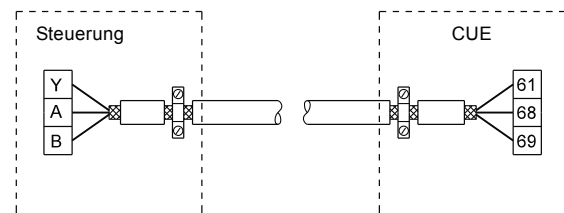

Abb. 47 Beispiel für den Anschluss eines 3-adrigen Buskabels mit Schirm, der an beiden Enden aufgelegt ist
- Der Schirm der Kabel ist an beiden Enden großflächig an Masse anzuschließen. Das gilt sowohl für die Motorkabel als auch für die Signalkabel. Siehe Abb. 47. Verfügt die Steuerung über keine entsprechenden Kabelschellen, ist der Schirm nur am CUE-Frequenzumrichter anzulegen. Siehe Abb. 48.